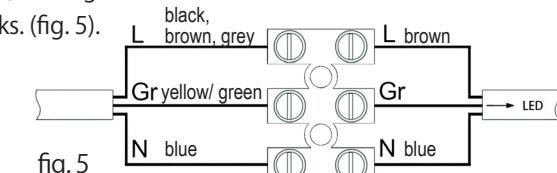

fig. 5
5. Connect the wires according the marks. (fig. 5).
5. Das Kabel lt. Kennzeichnung anschließen (Bild 5).